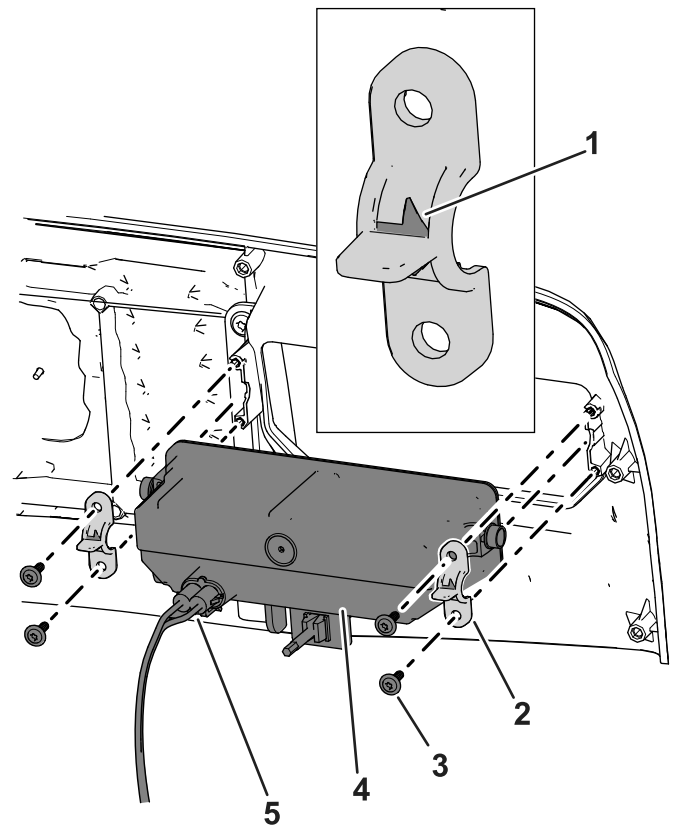

Figure 45
3. Débranchez le connecteur électrique sur le faisceau du connecteur du phare (Figure 45).
4. Retirez les clips en plastique et les vis qui fixent le phare sur la machine, et déposez le phare (Figure 45).
- Montez le nouveau phare dans la machine à l'aide des clips en plastique conservés et des vis de fixation. Serrez les vis du phare à 1,6 N·m (14 po-lb) ; voir Figure 45.
**Remarque:** Vérifiez que la flèche sur les clips en plastique est dirigée vers l'extérieur de la machine (Figure 45).
- Branchez le connecteur électrique du faisceau sur le connecteur du phare (Figure 45).